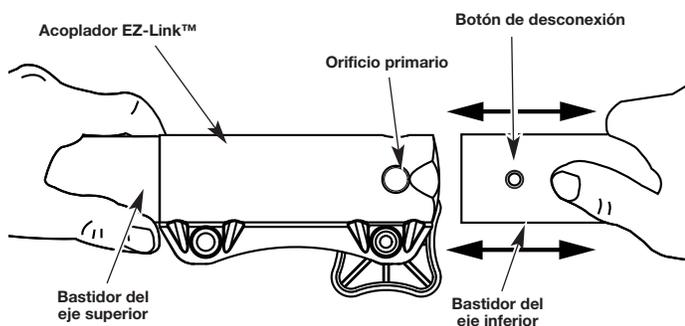

Fig. 17
2. Mientras sostiene el accesorio con firmeza, empújelo en línea recta en el acoplador EZ-Link™ (Fig. 17).
3. Mientras sostiene el bastidor del eje superior con firmeza, hale del accesorio de corte o accesorio en línea recta fuera del acoplador EZ-Link™ (Fig. 17).